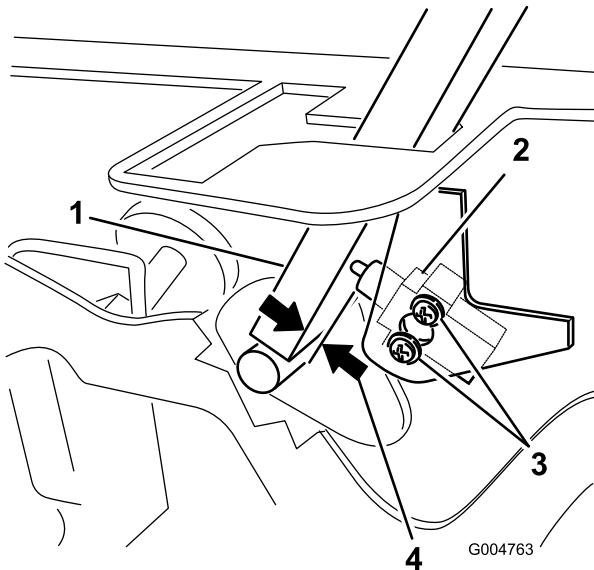

Bild 57
3. Lösen Sie die zwei Schrauben, mit denen der Sicherheitsschalter befestigt ist (Bild 57).
4. Halten Sie den Fahrantriebshebel gegen den Rahmen und schieben Sie den Schalter zum Hebel, bis der Abstand zwischen dem Hebel und dem Schaltergehäuse 0,4 bis 1 mm beträgt (Bild 57).